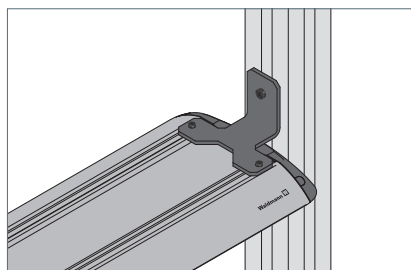

Fig. 13: Montaggio dell'apparecchio d'illuminazione con tipo di montaggio "laterale".
- ▶ Montare l'apparecchio d'illuminazione con una vite idonea sulla superficie di montaggio, vedi Fig. 13.